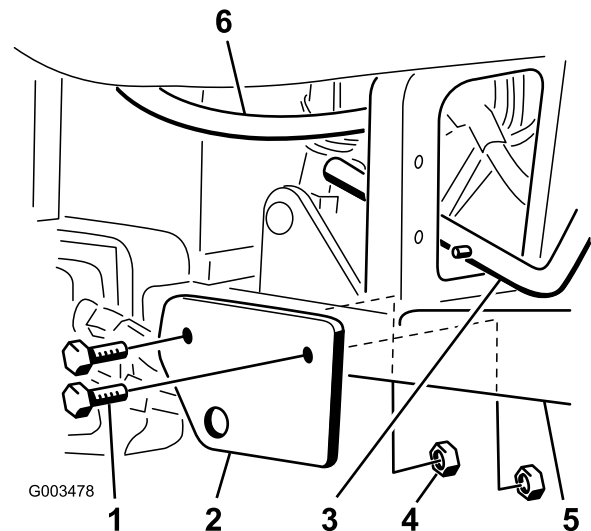

Bild 2
4. Montieren Sie die Befestigungshalterung des Hubhebels des Vertikutierers mit zwei Schrauben (1/2 x 3-1/4 Zoll) und **dünnen** Sicherungsmuttern (1/2 Zoll) an den rechten Fußplattformrohren Bild 2. Stellen Sie sicher, dass die Schraubenköpfe außen sind und dünne Sicherungsmuttern verwendet werden.
Sie sicher, dass die Hydraulikleitung nicht am Hubhebel reibt und stellen Sie die Hydraulikleitung ggf. ein (Bild 2).